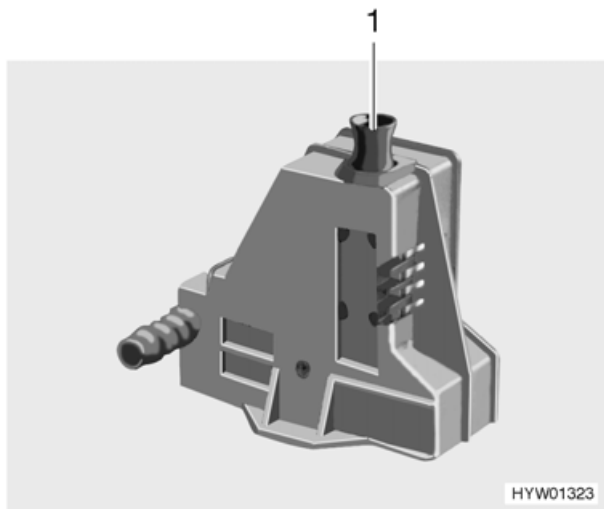

Fig. 74 Valvola di sicurezza/di scarico del boiler
Il boiler è dotato di una valvola di sicurezza/di scarico (Fig. 74). La valvola di sicurezza/di scarico impedisce che l'acqua congeli nel boiler in presenza di basse temperature esterne, quando il riscaldamento dell'autocaravan non è acceso. Luogo di montaggio vedi capitolo 10, "Posizione delle valvole di scarico".
- Chiudere la valvola di sicurezza/di scarico. A tal fine tirare verso l'alto la presa dell'interruttore a scatto (Fig. 74,1).
- Aprire la valvola di sicurezza/di scarico (Fig. 74). A tal fine premere verso il basso l'interruttore a scatto (Fig. 74,1). Il boiler viene svuotato verso l'esterno tramite la valvola di sicurezza/di scarico.